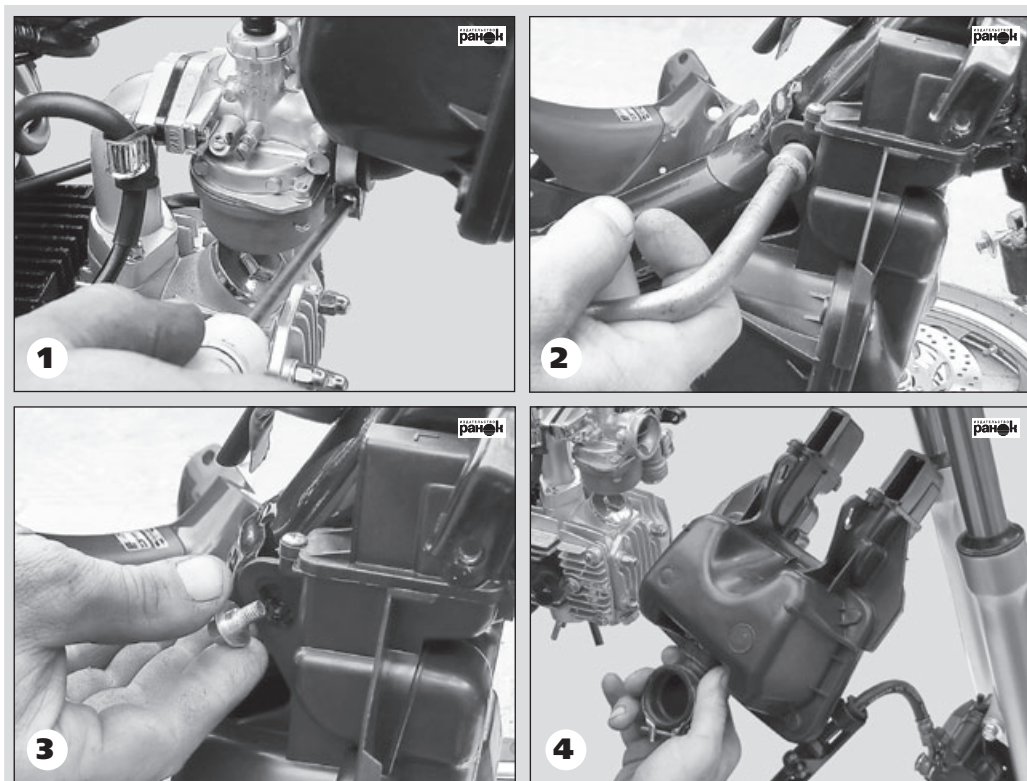

Рис. 22. Снятие корпуса воздушного фильтра
- ослабив болт крепления хомута, снять воздушный патрубок карбюратора (рис. 22);
- открутив болты крепления, снять корпус воздушного фильтра (рис. 22).